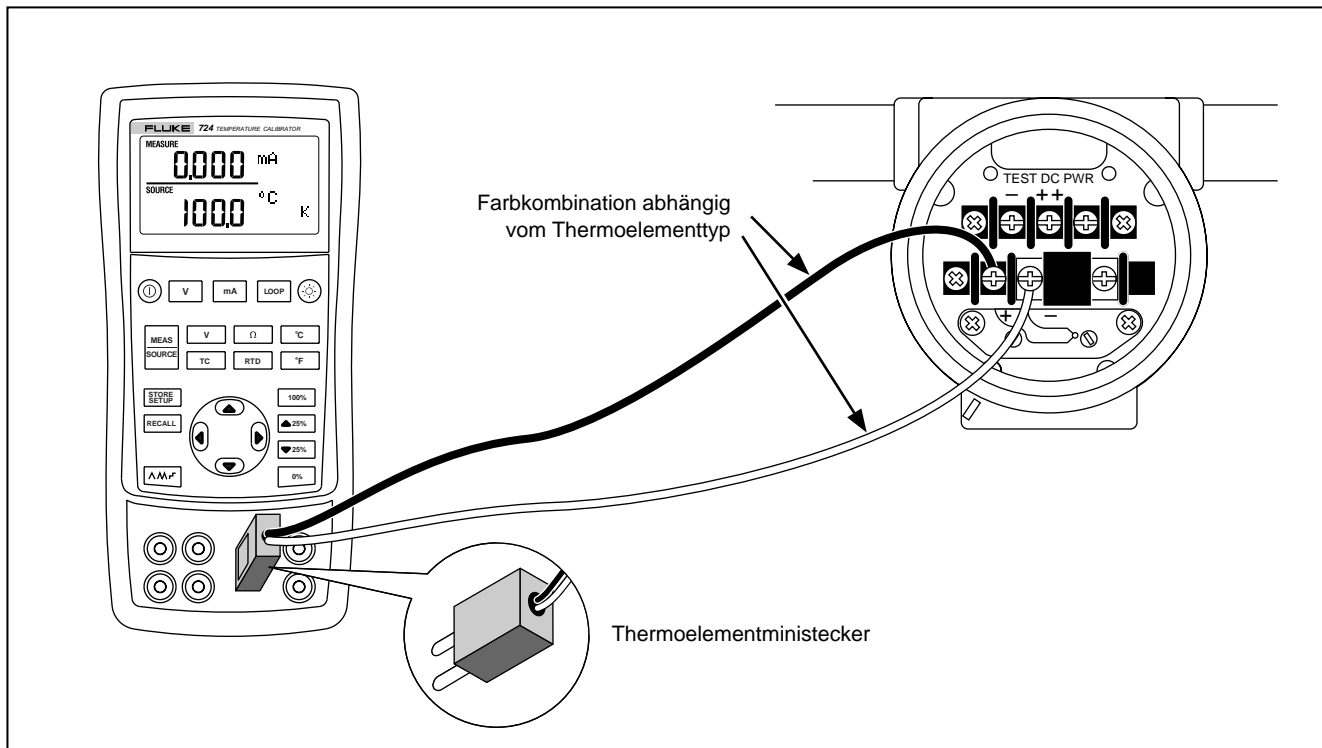

Abbildung 13. Verbindungen zum Simulieren eines Thermoelements
*Einer der beiden Steckerstifte ist breiter als der andere. Auf korrekte Stiftausrichtung achten, und keine Kraft anwenden. Diese Verbindung ist in Abbildung 13 dargestellt.*
1. Die Thermoelementleiter gemäß Abbildung 13 mit dem geeigneten Thermoelementministecker verbinden und dann in die TC-E/A-Buchse des Kalibrators einstecken.